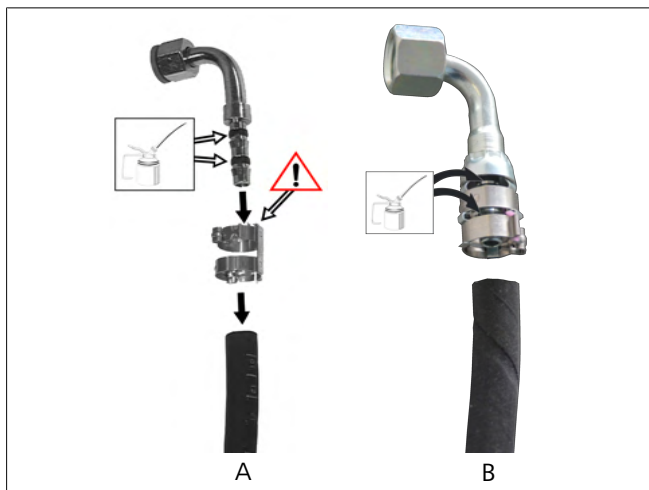

Abb. 19 Fittings schmieren
- Fitting mit separater Schelle, siehe Abb. 19 A
- Fitting mit fester Schelle, standardmäßig von Webasto mitgeliefert, siehe Abb. 19 B